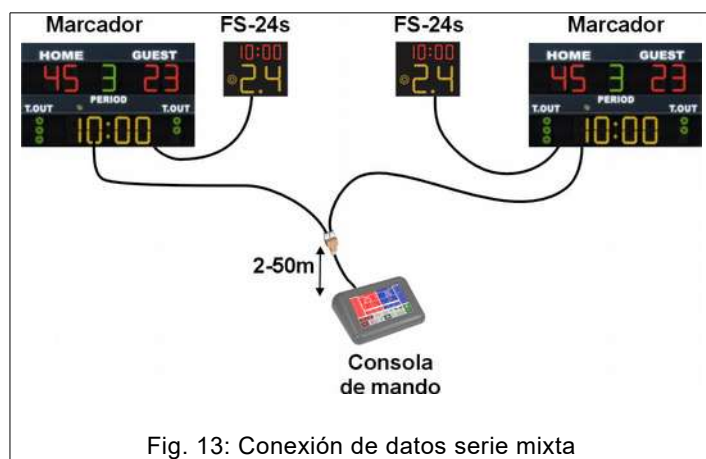

Fig. 13: Conexión de datos serie mixta
3. **Conexión mixta** de los dos tipos anteriores. En la Fig. 13 se ilustra un ejemplo donde se han utilizado las salidas serie de los marcadores para conectar los marcadores de 24 segundos.